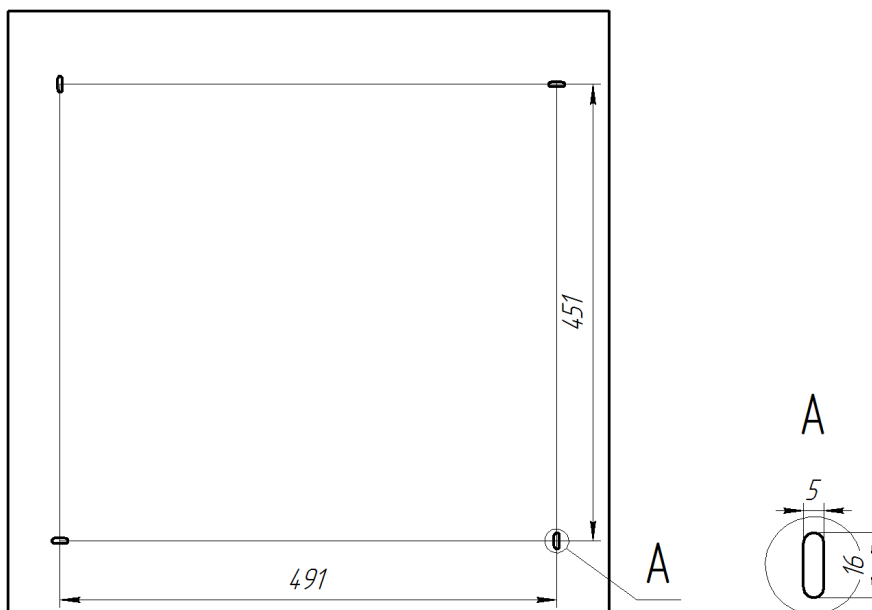

Рисунок 3. Расположение установочных отверстий на корпусе светильника Ecolux Office 595 для накладного монтажа.
5.3.1. Для установки светильника необходимо отсоединить торцевую панель и аккуратно снять рассеиватель. Надежно закрепить на ровной поверхности корпус светильника при помощи креплений (не входят в комплект поставки), габариты для монтажа см. рисунок 3.